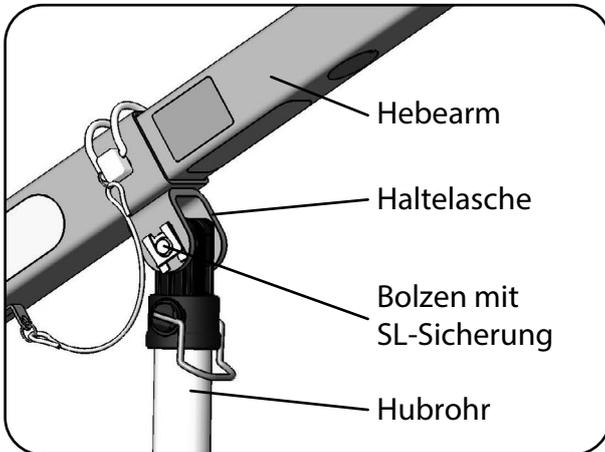

Abb.13.2.01 - Haltetasche an der Hebearmaufnahme
2. Entfernen Sie die SL-Sicherung und den Bolzen, der den Hubantrieb an der Haltelasche der Hebearmaufnahme befestigt (Abb.13.2.01). Schwenken Sie den Hubantrieb nach vorne und montieren den Bolzen mit der SL-Sicherung in der nun freien Haltelasche.